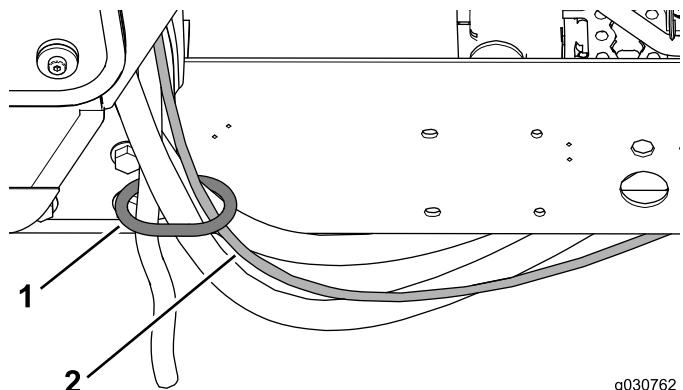

図 41
1. ウォッシャー用のホースを、後キャブマウントのホース用リングに通す図41。